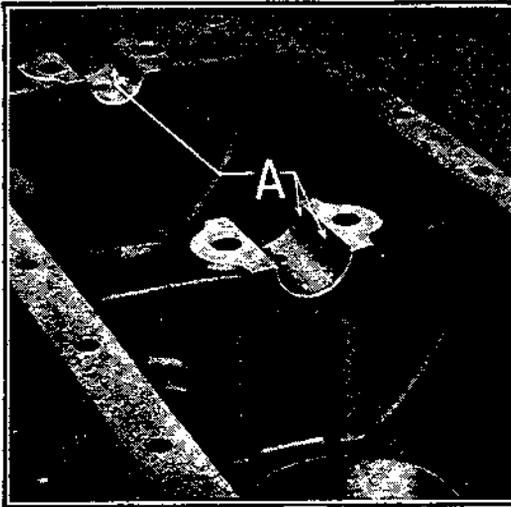

Fig. 148
**224** — Pour refaire les paliers du moteur, enlever d'abord l'ancienne antifriction. A cet effet, découper une tranche de l'antifriction à la partie inférieure du palier à l'aide d'un ciseau. (Voir A, fig. 147.) Chasser avec le ciseau les deux morceaux qui restent de la façon indiquée à B. S'il reste du métal dans les trous d'ergots (voir A, fig. 148). l'enlever avec une mèche.